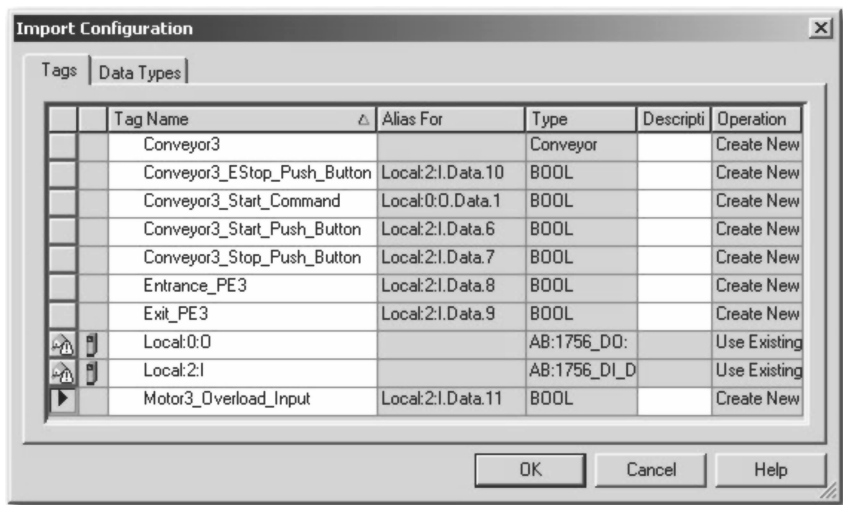

图 13-25 更改后的标签信息
40. 可看到“别名属于”(Alias For)列中的数据已更改,反映了之前在 L5X 文件中所做的编辑。为标签添加“3”,方法与之前的操作一样,如图 13-25 所示。